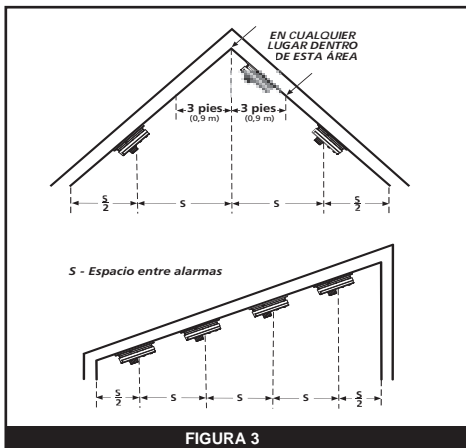

FIGURA 3
• El lugar de instalación que favorece más a una alarma de calor es en el cielo raso del centro de la habitación, ya que, en este lugar, la alarma se encuentra más cerca de todas las áreas de la habitación (consulte la Figura 3).
• Si no se puede ubicar la alarma en el centro de la habitación, se puede ubicar fuera del centro del cielo raso. Al instalar una alarma desplazada del centro del cielo raso, colóquela a una distancia mínima de 4 pulg. (10 cm) de la pared lateral (consulte la Figura 3).
• Instale las alarmas de calor en cielos rasos con pendiente, a dos vertientes o catedral a 3 pies (0.9 m), o menos, del punto más alto (medido horizontalmente). La NFPA 72 señala que "las alarmas contra humo en habitaciones con cielos rasos con pendientes de más de 1 pie en 8 pies (0.3 m en 2.4 m), medido horizontalmente, se deben ubicar en el lado más alto de la habitación". La NFPA 72 señala que "las alarmas en hilera deben estar separadas y se deben ubicar a menos de 3 pies (0.9 m) del vértice del cielo raso medido horizontalmente" (consulte la FIGURA 3).